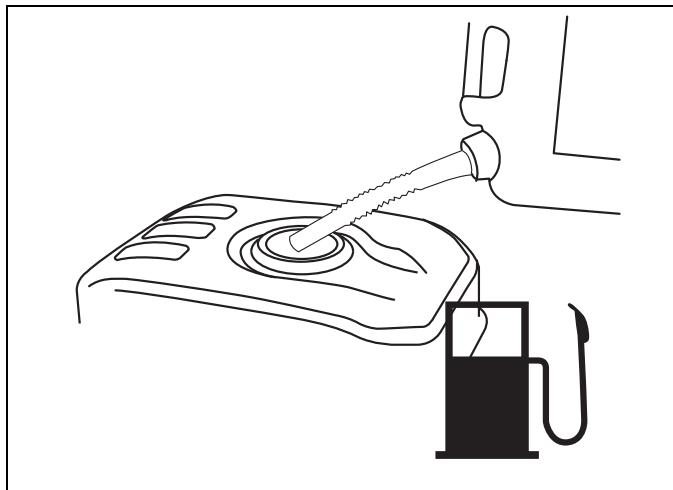

Figure 4-5. Ajout de carburant
- Mettez la pompe à eau en position ARRÊT (« OFF ») et laissez-la refroidir pendant deux (2) minutes avant de retirer le bouchon du réservoir de carburant. Dévissez doucement le bouchon afin d'éliminer la pression accumulée dans le réservoir.
- 2. Ajoutez lentement de l'essence ordinaire sans plomb dans le réservoir de carburant. Faites attention à ne pas trop remplir le réservoir de carburant. Remplissez le réservoir jusqu'à l'anneau indicateur rouge, en prévision de l'expansion du carburant (Figure 4-5).